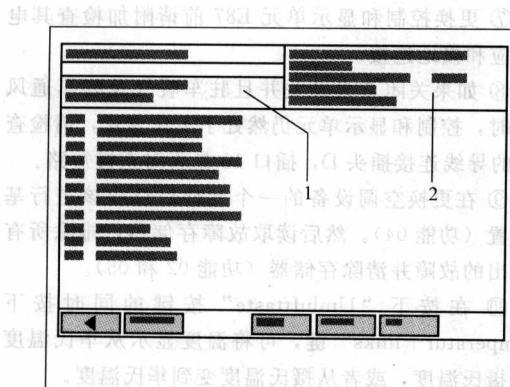
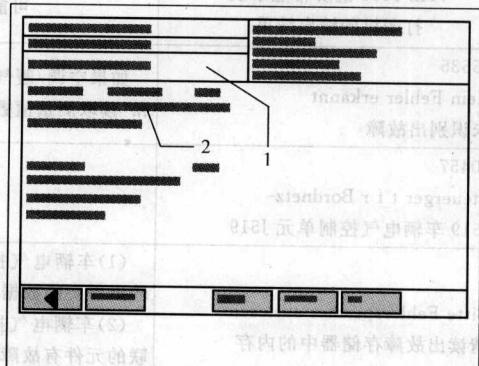

图 1-1 VAS 5051 的显示屏显示区 1
图 1-3 V. A. S 5051 的屏幕显示
(1) 请等待, 直到“Diagnosefunktion auswählen (选择诊断功能)”出现在 VAS 5051 的显示屏显示区 1 中, 如图 1-1 所示。
(1) 控制和显示单元 E87 在以下情况下会自动将运行方式调为“ECON”: 控制和显示单元新安装上后未进行基本设置,或是高压传感器 G65 测得的压力太高或太低(压缩机不能打开)硬件/软件版本号从 0711 开始的,该情形被作为故障显示。
(2) 如果控制和显示单元 E87 在点火开关打开后自动调到工作方式“OFF”并且在点火开关开着时只能转调到工作方式“Def”(其他位置不可能),其原因可能是打开点火开关的钥匙并不对本车开放,或者组合仪表板控制单元未通过舒适设备数据总线发送点火钥匙号(适用于硬件/软件版本号在 0711 之后的 E87)。
(3) 点火开关关着时将车辆诊断、测量和信息系统 VAS 5051 通过诊断电线 VAS 5051/1 与 16 针诊断插头连接,并选择“地址码”08 空调/暖气装置电子装置。
V. A. S 5051 的屏幕显示如图 1-1 所示。
(4) 选择功能“02 查询故障存储器”。
V. A. S 5051 的屏幕显示如图 1-3 所示。
(6) VAS 5051 的屏幕显示如图 1-1 所示。